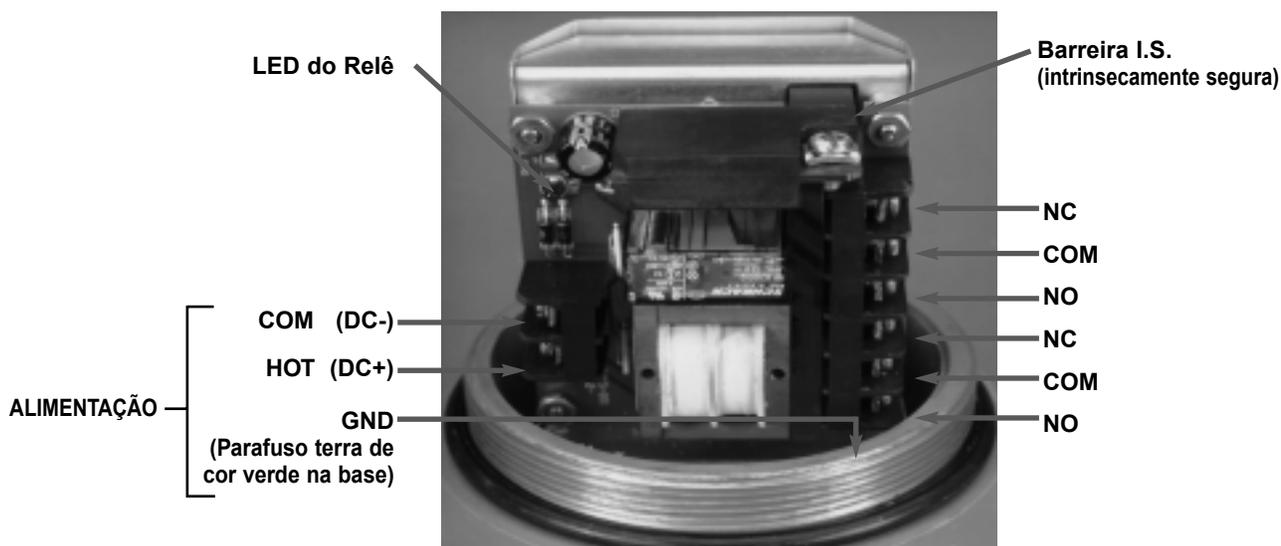

Figura 14
5. Após o aterramento estar completo, conecte os fios de alimentação aos terminais aplicáveis AC (corrente alternada) ou DC (corrente contínua) conforme marcado. Veja a Figura 14.
6. a. Conecte os fios do circuito de controle aos terminais do relê. Veja a Figura 14. Certifique-se de que a carga a ser controlada esteja dentro da capacidade do relê.
15. Após o aterramento estar completo, conecte os fios de alimentação aos terminais aplicáveis AC (corrente alternada) ou DC (corrente contínua) conforme marcado. Veja a Figura 14 na página 8.
16. a. Conecte os fios do circuito de controle aos terminais do relê. Veja a Figura 14 na página 8. Certifique-se de que a carga a ser controlada esteja dentro da capacidade do relê.